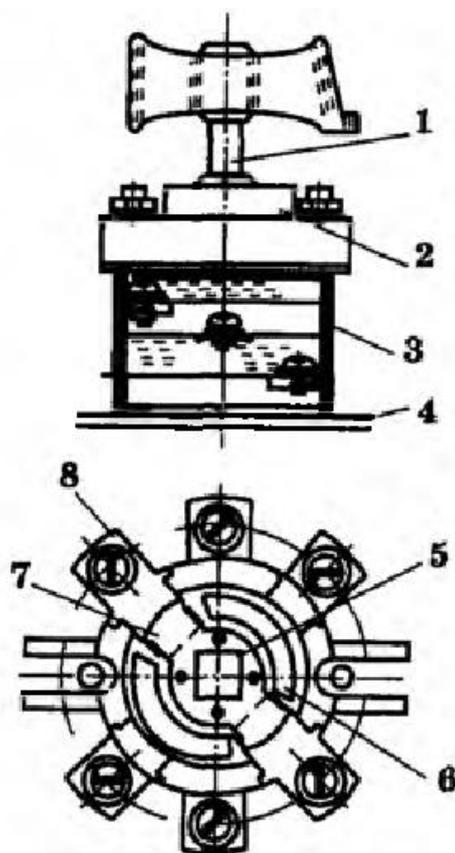

Рисунок 3 – Трехполюсный пакетный выключатель
**Пакетными выключателями** называются выключатели с клиновым контактом, у которых контактные ножи и стойки находятся внутри невысоких изоляционных цилиндров (пакетов), устанавливаемых один над другим (рис. 3).
На рис. 3 представлен трехполюсный пакетный выключатель, у которого пакеты разных полюсов набираются на скобе 4 со стяжными шпильками 3. На валике с рукояткой 1 зафиксированы подвижные контакты 7, имеющие профильное отверстие 5. Неподвижные контакты 8 находятся между изоляционными дисками 6. Контактные нажатия происходят под действием пружинящих подвижных контактов.